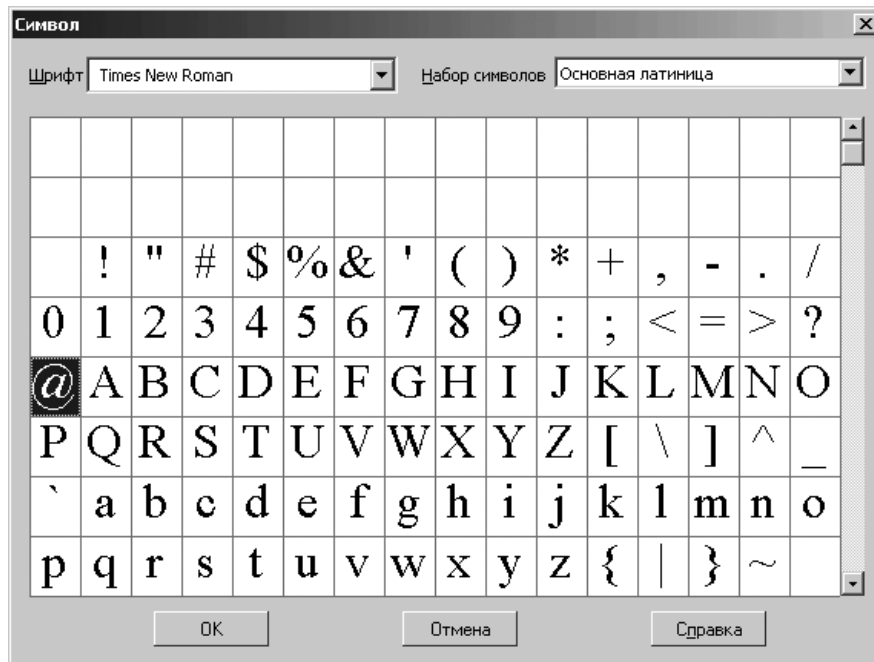

Рис. 5.59. Диалоговое окно **Символ** с выбранным шрифтом **Times New Roman** и символом @
- щелкните в выбранном вами шрифте, по нужному вам символу, например, по символу @. Он выделится и будет мигать. Это состояние диалогового окна **Символ** показано на рис. 5.59.